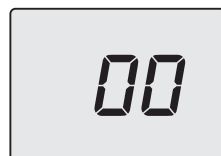

Figura 8.4
- Scorrere i vari parametri utilizzando i tasti 13 (indietro) o 15 (avanti) fino a far apparire sul display LCD le lettere **P02** (Selezione tipo gas) che si alternano con il valore del parametro (Figura 8.4).
- Premendo contemporaneamente i tasti 13 e 15 (Figura 8.1) si esce senza modificare il valore (ritorno al livello precedente Figura 8.4).